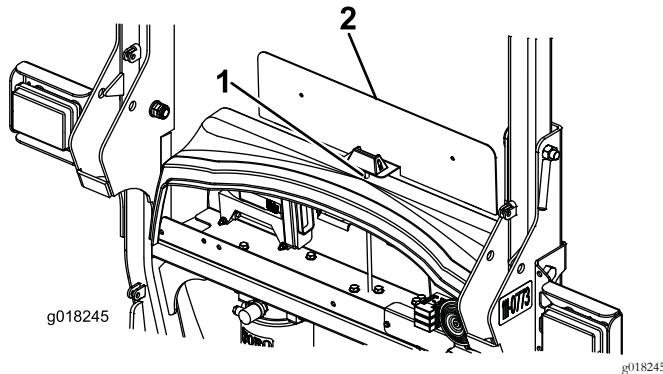

Figura 10
- Praticate un foro di 8 mm di diametro al centro della copertura della piastra in plastica, a circa 40 mm dalla parte anteriore (Figura 10).